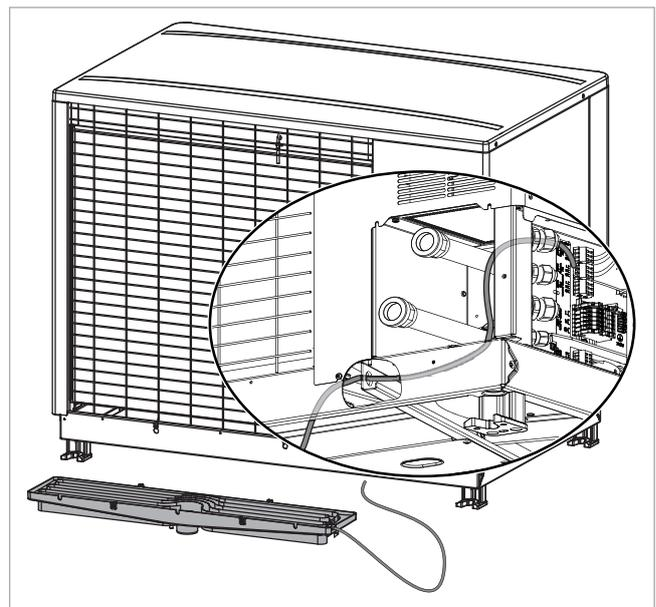

Abb. 47: Abdeckung des Anschlussbereichs entfernen
2. Rohrbegleitheizung entsprechend → Abb. 47 an Klemme XDO6 anschließen.